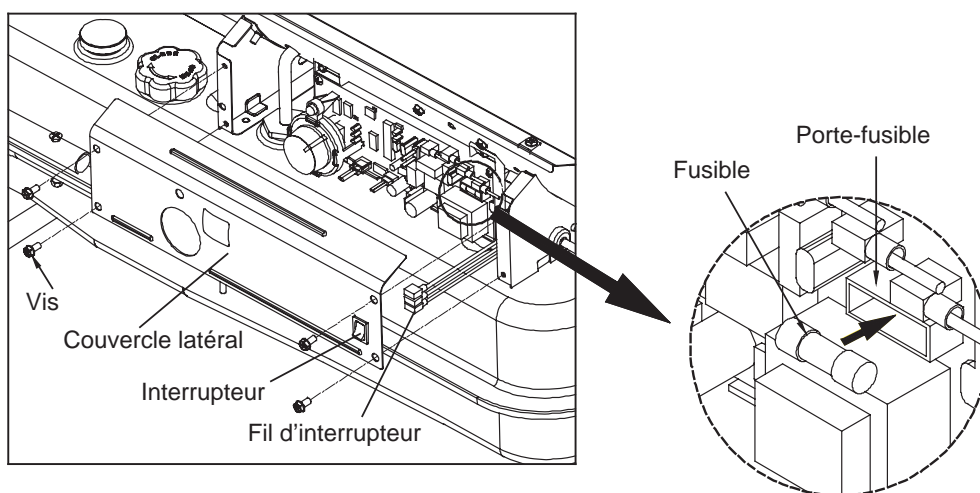

Figure 21. Remplacement du fusible
4. Retirez le fusible du porte-fusible (voir figure 21.)